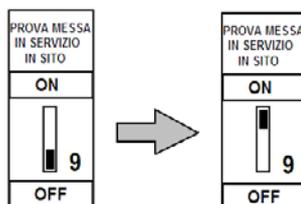

Fig. 13
2. Disabilitare la routine per la prova di messa in servizio in sito spostando il dip-switch 9 dalla posizione ON alla posizione OFF eseguendo l'operazione inversa a quanto fatto in precedenza ripristinando la posizione di partenza della fig. 13